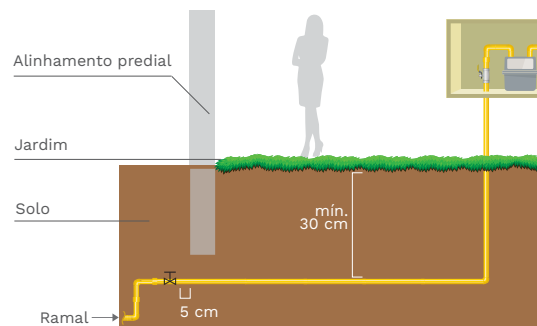

Figura 1
- **30 cm** de profundidade a partir da parte superior do tubo em **locais não sujeitos a tráfego de veículos**, em zonas ajardinadas ou sujeitas a escavações (figura 1).